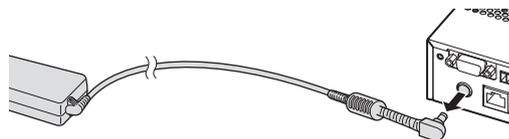

図 2
- 3) AC アダプターのプラグを持って、〈DC IN〉端子から抜く (図 2)